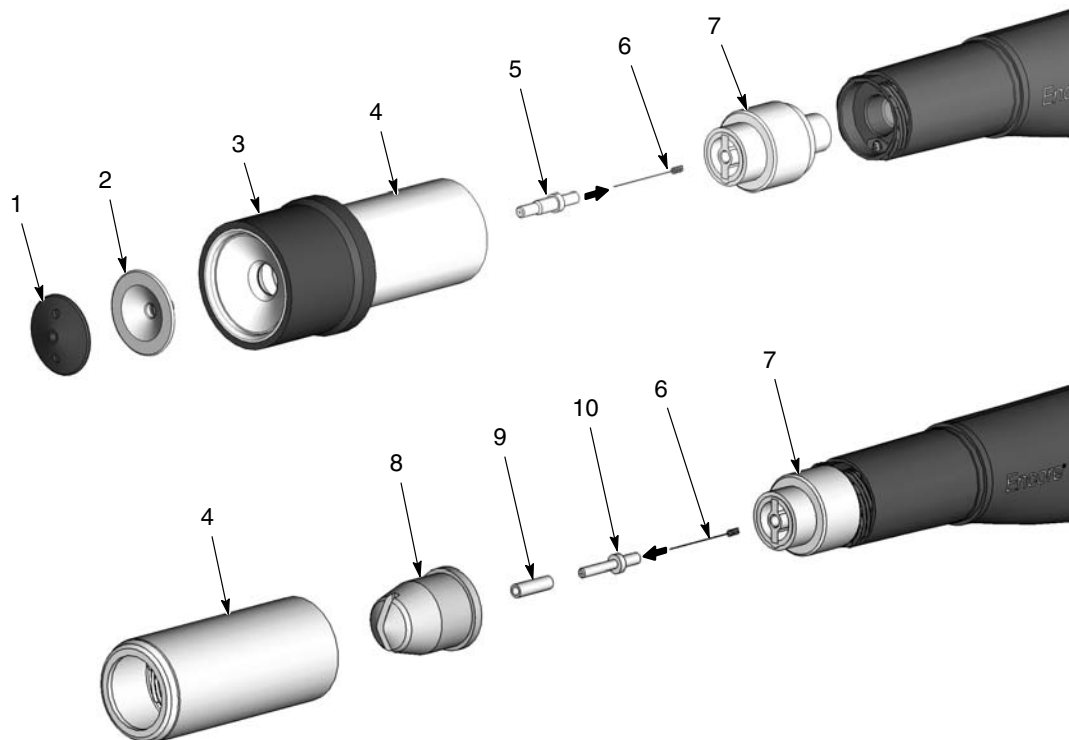

Bild 7 Byte från koniskt- till fiskstjärtformat- eller hörn-spraymunstycke
Se bild 7. För att byta från ett standard koniskt munstycke till ett fiskstjärformat-, eller hörmunstycke, måste man beställa:
3. Se bild 7. Tag av munstycket från pistolen:
**Koniskt munstycke:** Skruva av avböjningslocket (1), tag därefter av avböjningshylsan (2). Skruva av munstycksmuttern (4) och tag av den tillsammans med mönsterjusteringshylsan (3) från pistolen.
**Fiskstjärtformat- eller hörnspraymunstycke:** Skruva av munstycksmuttern (4) och tag av den tillsammans med munstycket (8) från pistolen.
4. Drag ut elektrodstödet (7) ur pistolen.